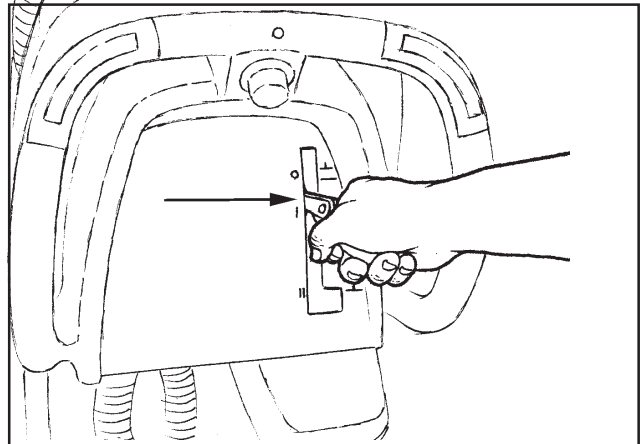

Abb. 4
**Griff zum Anheben der Saugleiste, Siehe Abb.4 und 5**